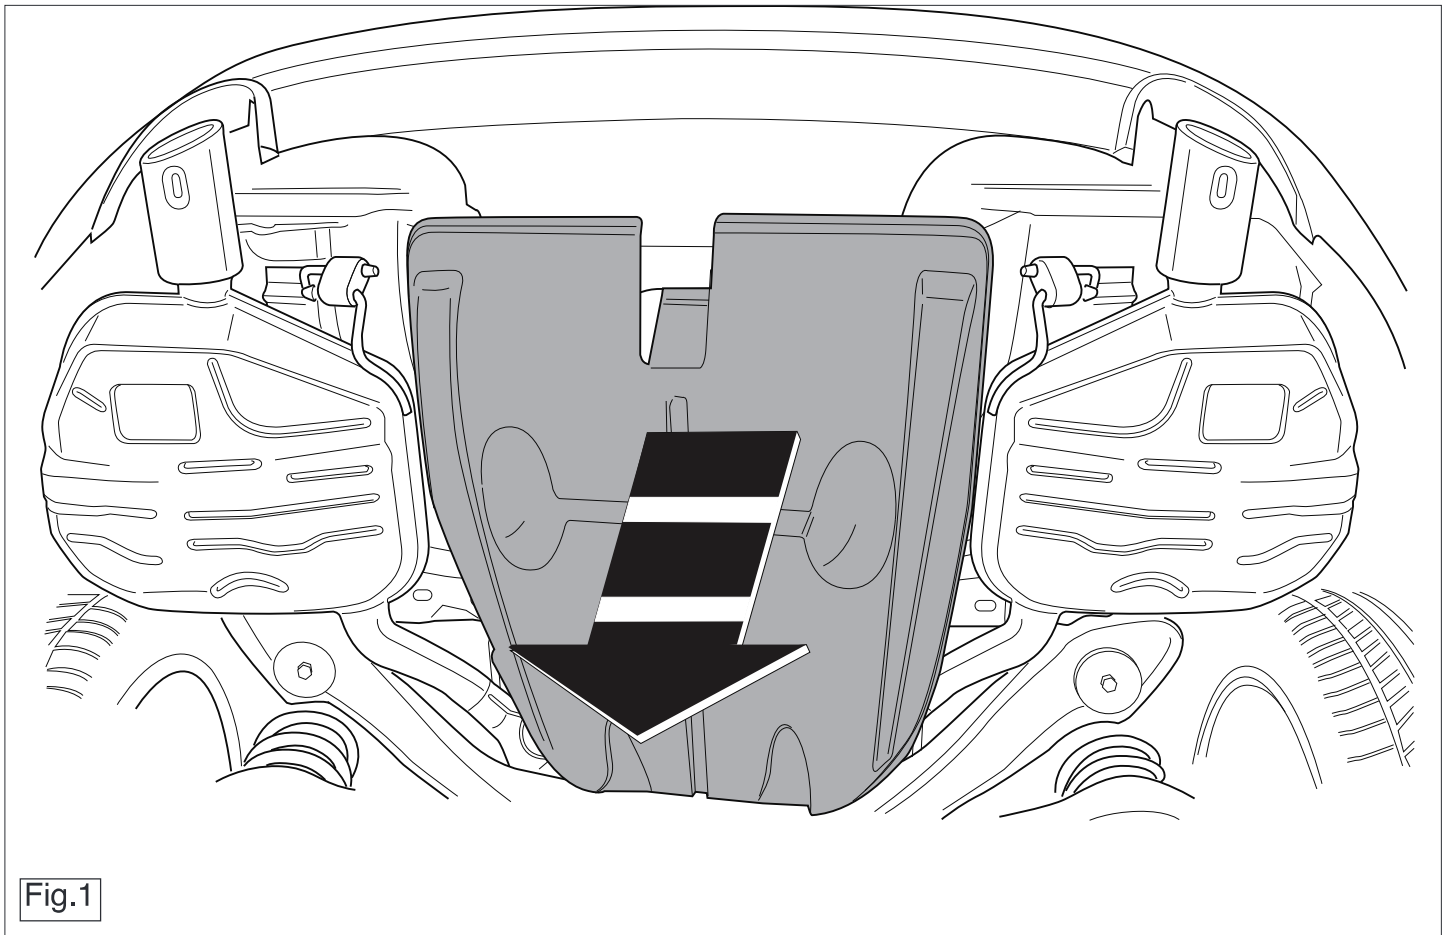

Fig.1
1. Remove, if present, the plastic cover plate in the centre on the underside. See figure 1.
1. An der Unterseite in der Mitte, falls vorhanden, die Abdeckplatte aus Kunststoff demontieren. Siehe Abbildung 1.
1. Démontez, si présent, la plaque de recouvrement en plastique au milieu de la partie inférieure. Voir la figure 1.
1. Demonter, om de findes, kunststof dækkepladen midt pa undersiden. Se fig. 1.